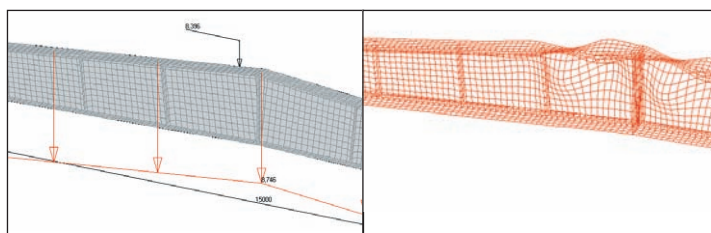
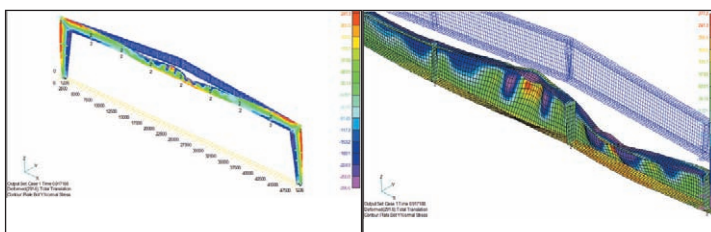

Рис. 12. Модель из оболочечных элементов, созданная автоматически в Гепард-А (слева), и первая форма потери устойчивости стенки в SCAD (справа)
Рис. 13. Потеря несущей способности рамы в программе Nastran
7. При необходимости средствами Гепард-А автоматически генерируется оболочечная модель, затем она экспортируется в SCAD или Nastran, где выполняется дополнительный анализ. В частности, достаточно эффективно в SCAD можно осуществлять анализ местной устойчивости стенки переменного сечения, точный расчет которой по действующим нормам не представляется возможным. На рис. 12 показаны созданная в Гепард-А оболочечная модель — слева, а справа — форма потери устойчивости стенки в SCAD. На рис. 13 представлена потеря несущей способности рамы, выполненная в программе Nastran по технологии нелинейного деформационного анализа с учетом геометрической и физической нелинейности на основе диаграмм работы стали (оболочечная модель экспортировалась из программы Гепард-А). Нужно отметить, что нелинейный деформационный анализ позволяет получить фактическую оценку несущей способности стальной конструкции на основе оболочечной модели, что в будущем даст возможность отказаться от иногда запутанных нормативных проверок, основанных на стержневых моделях.